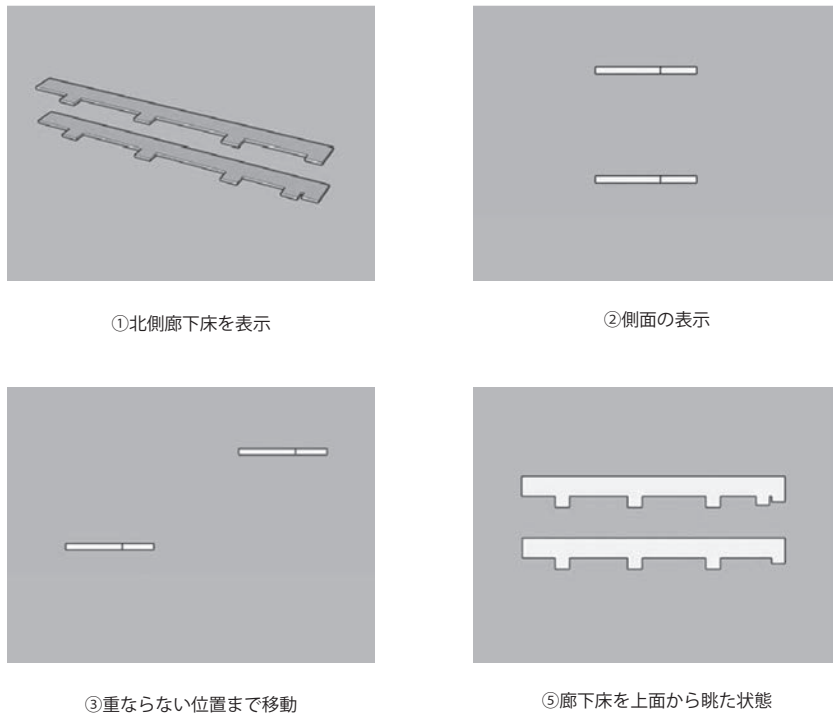

図31 北側廊下床のパーツ図作成
1) 051 北側廊下床レイヤのみを表示 (図31-①)
5) ツールバーのビューアイコンの側面図あるいは正面図ボタンをクリックし、1階と2階の廊下床が分離して表示される状態にする (図31-②)
7) 片方のグループを重ならない位置まで平行移動 (図31-③)
9) ツールバーのビューアイコンの平面図アイコンをクリック (図31-④)